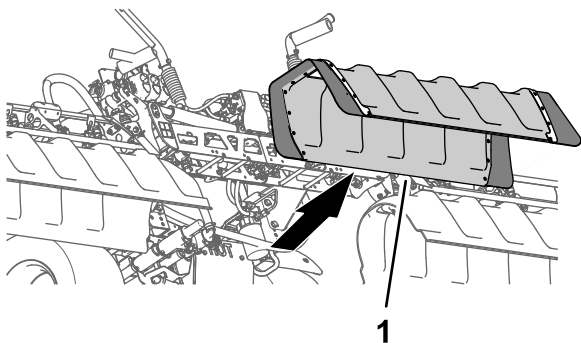

Figura 28
2. Retire la cubierta de la sección central de la máquina (Figura 28).